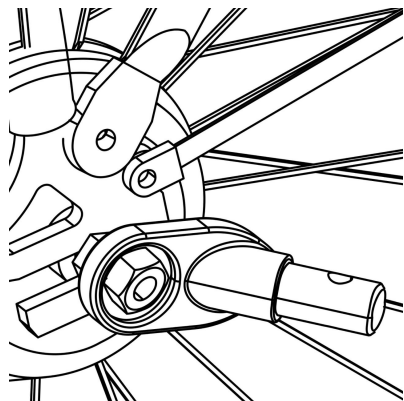

Abbildung 1 3
2. Mit Mutter versehene Achse: Schrauben Sie die Mutter mit Unterlegscheibe von der linken Seite der Hinterachse des Fahrrads ab. Montieren Sie die Kupplung an der Achse und schrauben Sie die Mutter mit der Unterlegscheibe wieder fest (Abbildung 1 3).